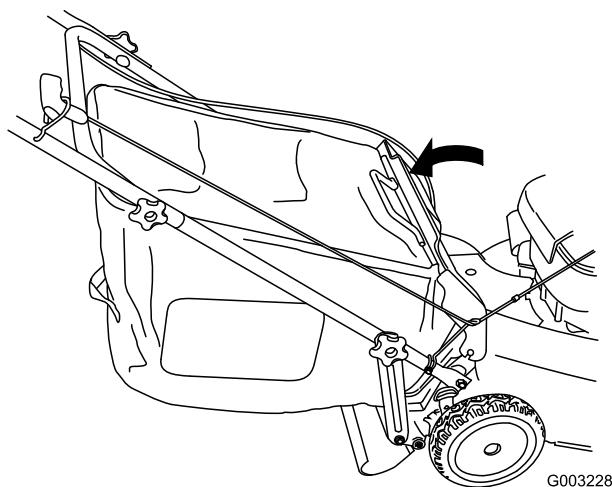

Figura 27
5. Abbassate lo sportello posteriore (Figura 27).